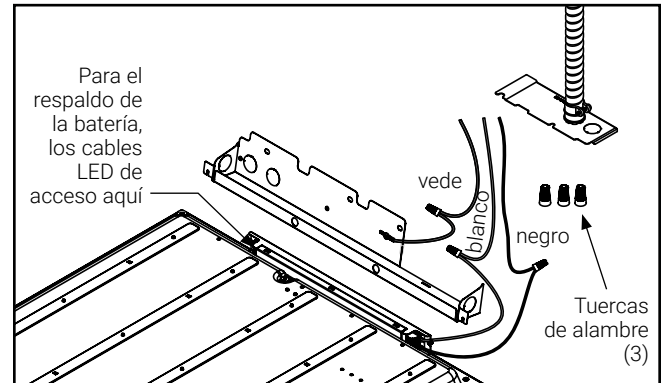

Imagen 5.
7. Utilice el expulsor de apertura para ingresar la línea de alimentación. Utilice los tres empalmes plásticos provistos para conectar el cable de tierra con el cable de alimentación verde, el cable negro (línea) con el cable de alimentación negro y el cable blanco (neutro) con el cable de alimentación blanco (Imagen 5).
Nota: Esta luminaria es compatible con los sistemas de respaldo de batería, incluidos los Surelites EBPLED7W y EBPLED14W. Si utiliza un sistema de respaldo de batería, retire la placa de la cubierta del controlador para acceder a los cables de carga LED y siga las instrucciones de cableado de respaldo de la batería (Fig. 5). Asegúrese de volver a instalar la placa de la cubierta del controlador después del cableado.